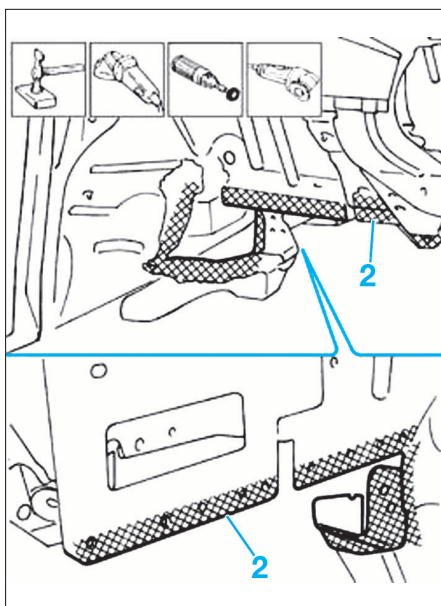

FIG. 8
• Nettoyer les zones (2) (Fig.8 et 9) sur le véhicule et sur les pièces neuves.